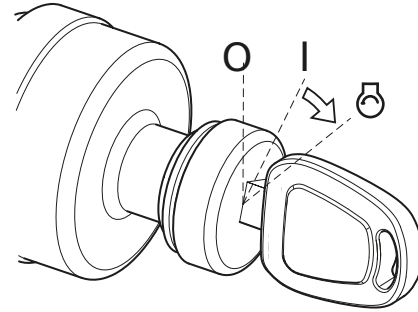

Figura 4
4. Gire el interruptor de arranque a "O" posición (START) (Figura 4). El motor debería arrancar en aproximadamente cinco segundos.
5. Después de que el motor haya arrancado, suelte la llave. La llave volverá a la posición "I" (ON) (Figura 4).